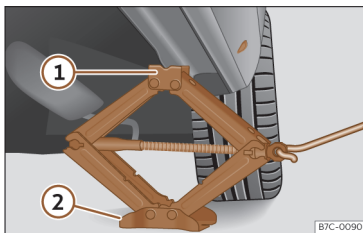

Fig. 212 Longarina: colocação do macaco do veículo.
- Rode a manivela do macaco, colocado por baixo do ponto de apoio da longarina, para levantá-lo até que o ressalto ① >>> Fig. 212 se encontre por baixo do alojamento previsto.
- Alinhe o macaco de forma a que a patilha ① «encaixe» no alojamento previsto da longarina e que a placa base móvel ② fique apoiada no chão. A placa base ② deve ficar colocada na vertical relativamente ao ponto de apoio ①.